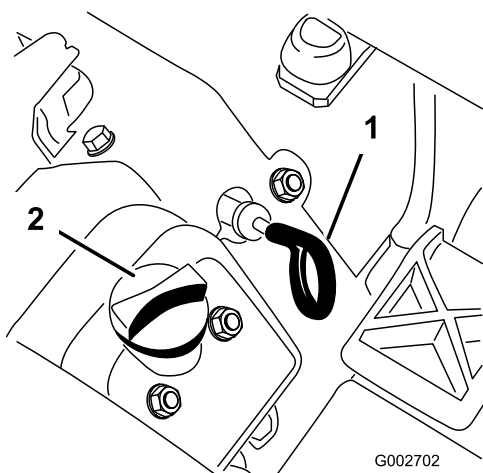

Рисунок 24
горловины и масломерного щупа, прежде чем снимать их (Рисунок 24).
4. Выньте масломерный щуп (Рисунок 24) и протрите его чистой ветошью.